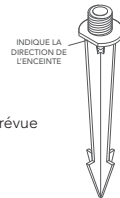

Figure 5
2. À l'aide d'un maillet en caoutchouc, enfoncez soigneusement les piquets inclus dans le sol aux emplacements de montage prédéterminés. Noter l'indicateur plat sur le piquet et s'assurer que cet indicateur est orienté vers l'enceinte souhaitée (voir Figure 5).